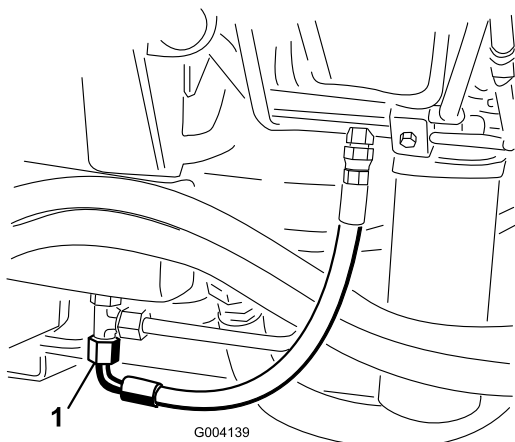

Figure 76
2. Placez un grand bac de vidange sous le raccord en T monté au bas du réservoir de liquide hydraulique (Figure 76).